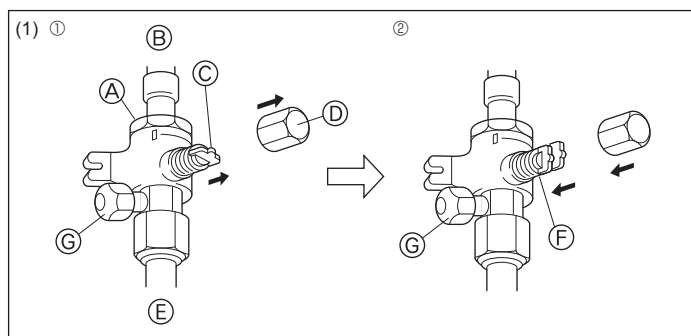
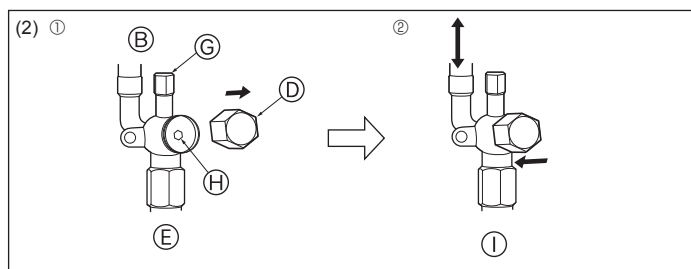

Fig. 4-12
Fig. 4-13
(1) Lato del gas (Fig. 4-12)
① Rimuovere il cappuccio, tirare la maniglia verso di sé e ruotare di 1/4 di giro in senso antiorario per aprire.
② Assicurarsi che la valvola d'arresto sia completamente aperta, spingere in dentro la maniglia e riportare il cappuccio alla posizione originale.
(2) Lato del liquido (Fig. 4-13)
① Togliere il cappuccio e girare fino a quando è possibile l'asta della valvola in senso antiorario utilizzando una chiave esagonale N° 4. Smettere di girare quando si urta l'otturatore.